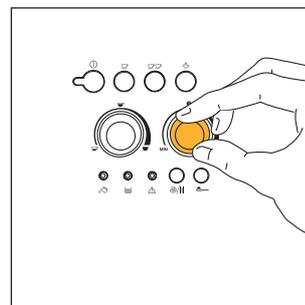
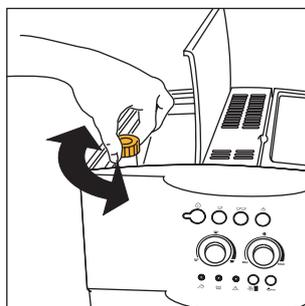

Fig.7
Fig. 17
- 2) Regolare la manopola di destra (fig.7) per impostare il gusto desiderato del caffè. Più si ruota in senso orario e maggiore sarà la quantità di caffè in grani che la macchina macinerà e quindi più forte sarà il gusto del caffè ottenuto. Al primo utilizzo è necessario procedere a tentativi e fare più di un caffè per individuare la corretta posizione della manopola. Fare attenzione a non ruotare troppo in senso orario altrimenti c'è il rischio di ottenere un'erogazione troppo lenta (a gocce), soprattutto quando si richiedono due tazze di caffè.
NOTA 1: Se il caffè fuoriesce a gocce oppure non esce del tutto, è necessario ruotare la manopola di regolazione macinatura (fig. 17) di uno scatto in senso orario (vedi par. 6). Procedere di uno scatto alla volta fino ad ottenere un'erogazione soddisfacente.
NOTA 2: Se il caffè fuoriesce troppo velocemente e la crema non è soddisfacente; ruotare un po' la manopola di destra (fig.7) in senso orario. Procedere a tentativi e fare più di un caffè per individuare la corretta posizione della manopola. Fare attenzione a non ruotare troppo in senso orario altrimenti c'è il rischio di ottenere un'erogazione troppo lenta (a gocce), soprattutto quando si richiedono due tazze di caffè. Se, dopo qualche caffè, non si ottiene una crema soddisfacente, ruotare anche la manopola di regolazione macinatura (fig.17) di uno scatto in senso antiorario (vedi par. 6).
Per risolvere questo inconveniente è necessario regolare il grado di macinatura del macinacaffè ruotando la manopola di regolazione macinatura (fig.17) di uno scatto in senso antiorario (come descritto nel cap. 6).
Tuttavia se dopo aver fatto i primi caffè, l'erogazione dovesse risultare troppo veloce o troppo lenta (a gocce), è necessario effettuare una correzione con la manopola di regolazione del grado di macinatura (fig. 17). Ruotandola di uno scatto in senso orario (pari a una cifra) si ottiene invece un'erogazione del caffè più veloce (senza gocce).